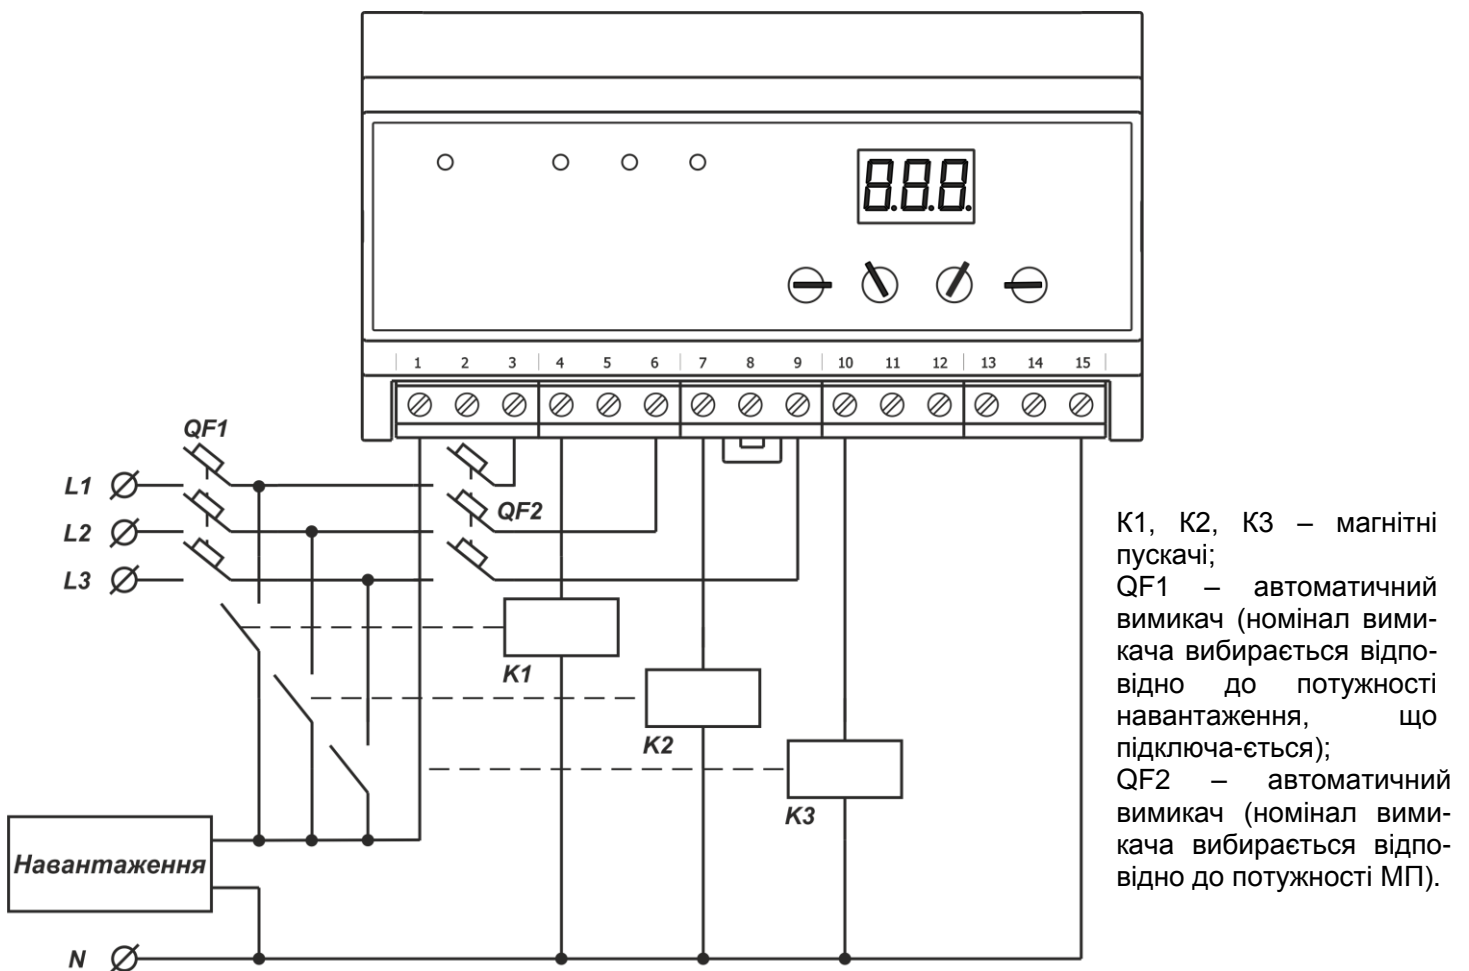

Рисунок 3 – Схема підключення PEF-319 при величині навантаження більше 30 А з використанням МП
4.2.5 У PEF-319 передбачено внутрішнє блокування від залипання контактів вихідних вбудованих реле, а також контроль стану силових контактів МП у зовнішньому ланцюзі (для контролю залипання використовується клемма 1, рис. 3). Якщо хоча б один контакт замкнений («залипнув»), PEF-319 блокується, перемикання фаз не відбувається, блимає червоний індикатор **FAULT** і зелений індикатор фази, на якій відбулося залипання контактів. Одночасно на дисплей короткочасно виводиться код аварії і номер реле (МП) фази, яка «залипла» (наприклад, код «L 2» означає контакт, який залипнув на фазі L2). Розблокування виробу здійснюється шляхом зняття з нього напруги.